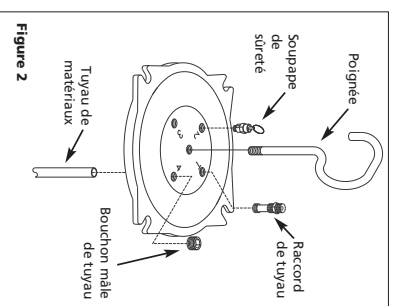

Figure 2
2. Monter la soupape de sûreté à l'orifice #2 du couvercle de réservoir (Voir Fig. 2).
5. Installer le raccord de tuyau flexible dans l'orifice #1 du couvercle de réservoir du haut (Voir Fig. 2).